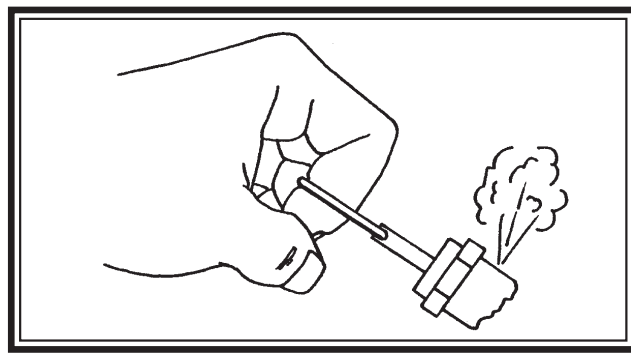

Fig. 3 Revisión de las válvulas de alivio de presión y alivio de la presión del sistema
Paso 2) Reduzca la presión de aire en el tanque a 2 barg, tire del anillo de la válvula de alivio de presión (consulte la **Fig. 3**).
- Paso 2)** Libere completamente el sistema de presión de aire, tire del anillo de la válvula de alivio de presión. Continúe tirando del anillo hasta que se libere toda la presión. (Consulte la **Fig. 3**.)
- Tire del anillo de las válvulas de alivio de presión para asegurarse de que funcionan correctamente. Se debe liberar la presión de aire cuando se tire del anillo (consulte la **Fig. 3**).